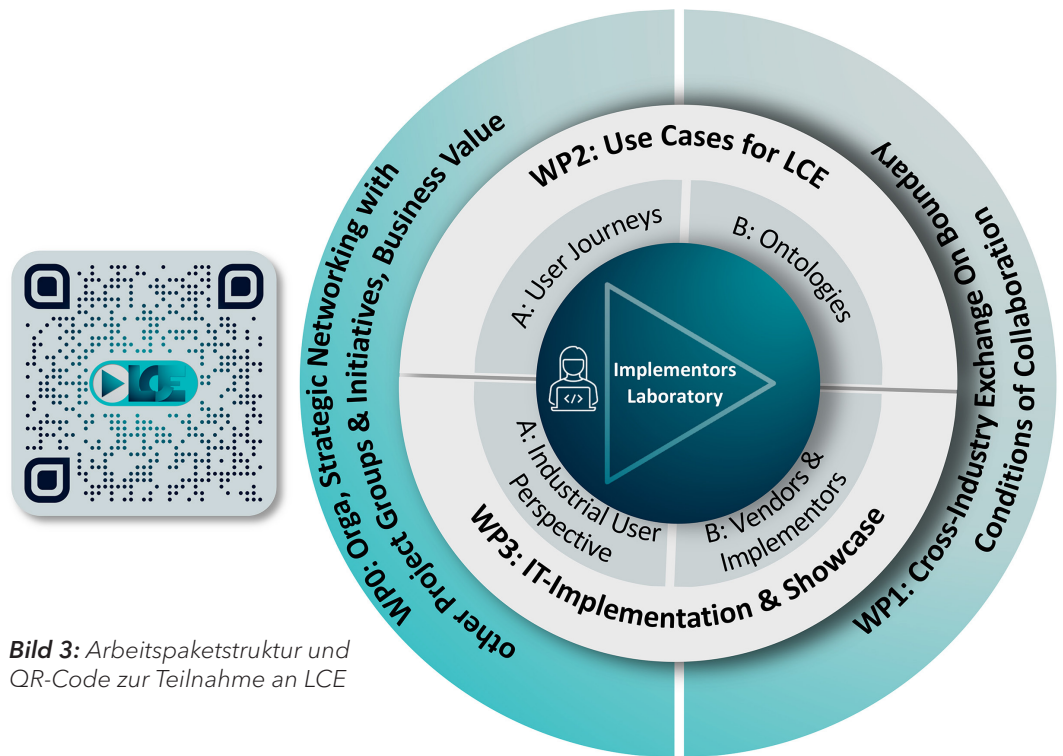

Bild 3: Arbeitspaketstruktur und QR-Code zur Teilnahme an LCE
- Organisiert ist die Projektgruppe in vier Arbeitspaketen (siehe Bild 3):